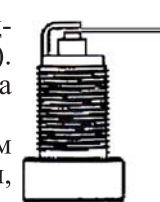

рис. 2
6.2.3 Рекомендуется проверить величину межэлектродного зазора, которая должна быть около 0.7...0.8 мм (рис. 2). При существенном отличии измеренной величины зазора указанным требованиям заменить свечу.